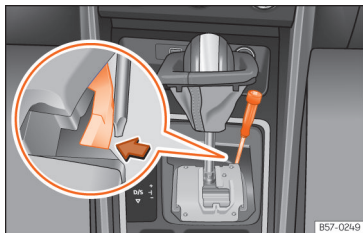

Abb. 90 Wählhebel: Notentriegeln aus der Parkstellung
- Drücken Sie seitlich mit Hilfe der flachen Seite des Schraubendrehers auf die gelbe Taste und halten Sie sie gedrückt >>> **[Abb. 90]**.